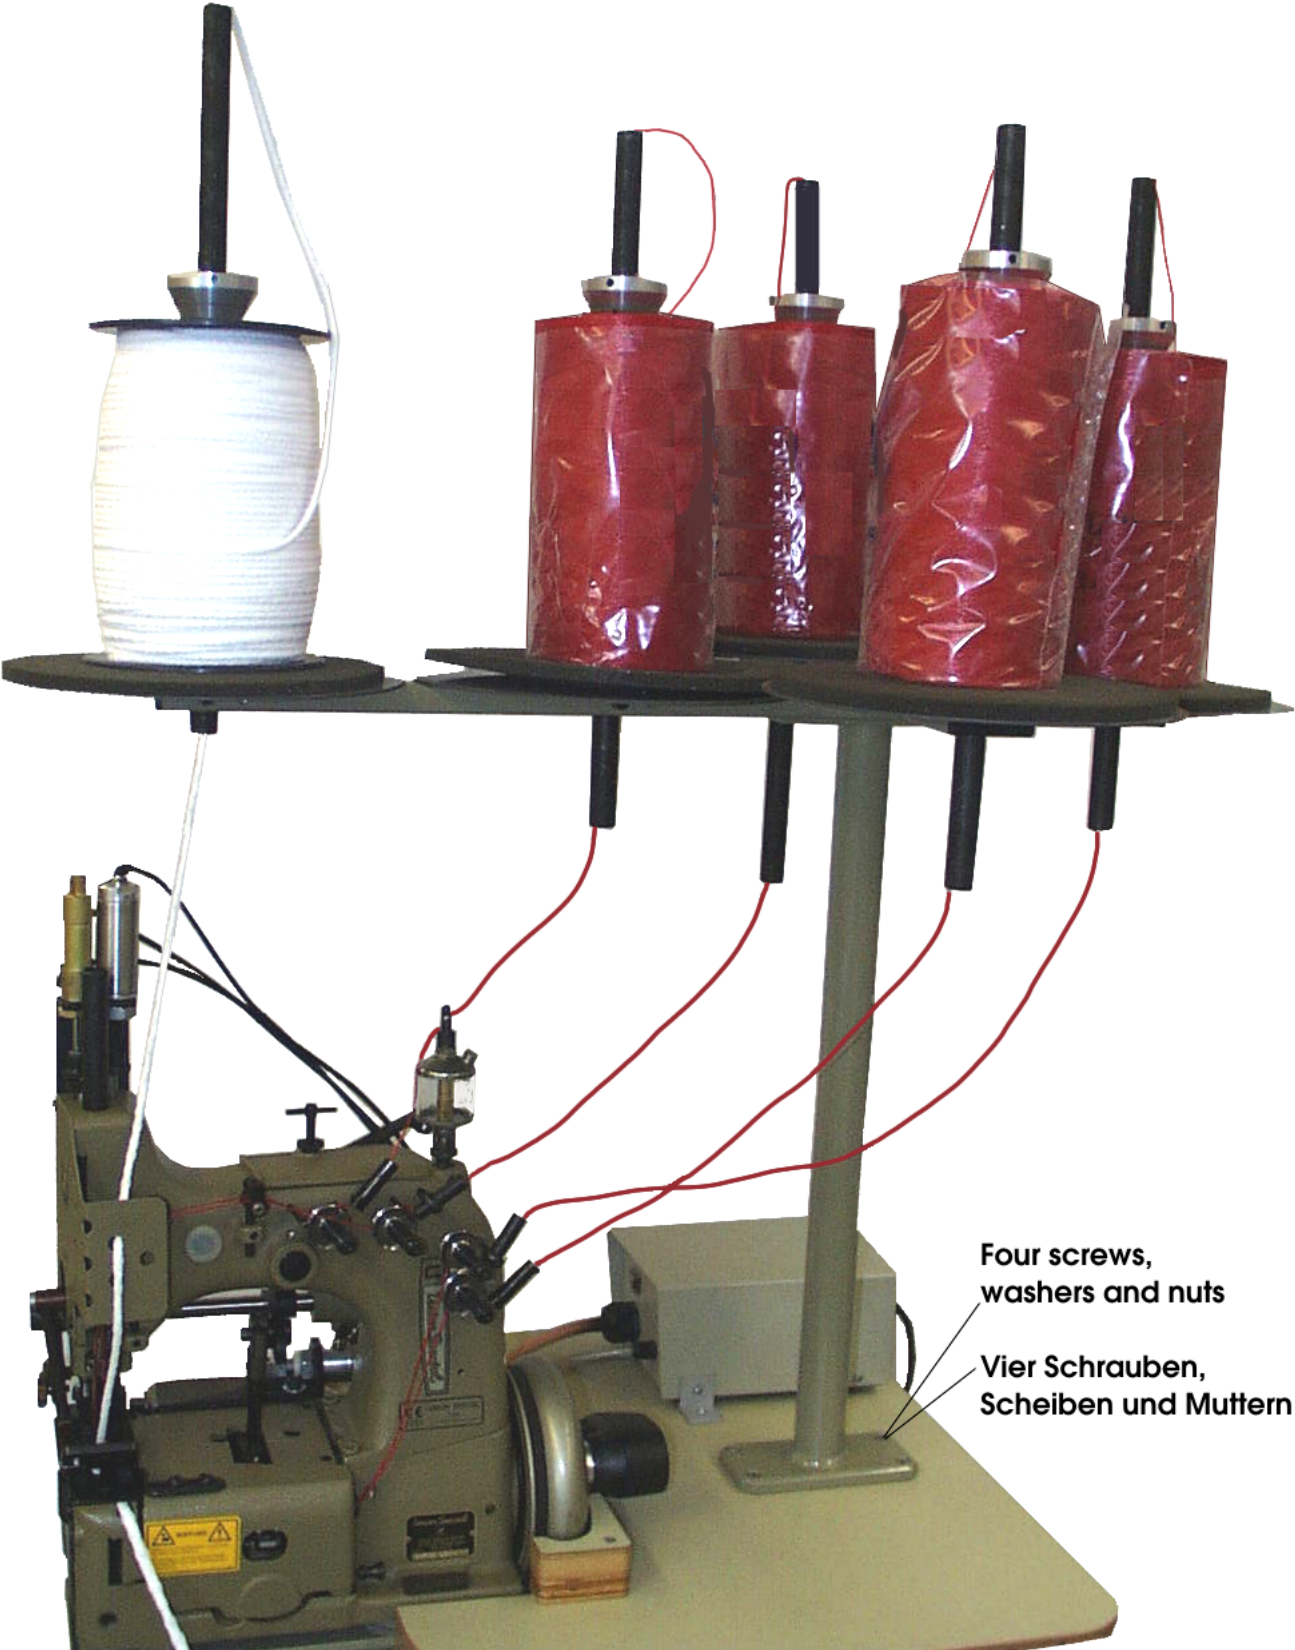

Fig. 3
12. Mount the thread stand base with four screws on the right side of the table board and assemble the thread stand as shown in Fig. 3, see also pages 76 to 77.
12. Asegure la base del porta conos con los cuatro tornillos al lado derecho de la mesa de la máquina de coser y monte el porta conos como se enseña en la Fig. 3. Vea también las páginas 76 y 77.